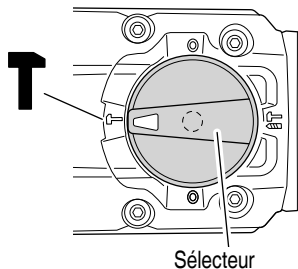

Fig. 23
- (1) Commutation sur "percussion"
- (b) Aligner ▲ du levier du sélecteur et T du couvercle de la manivelle comme illustré à la Fig. 23.